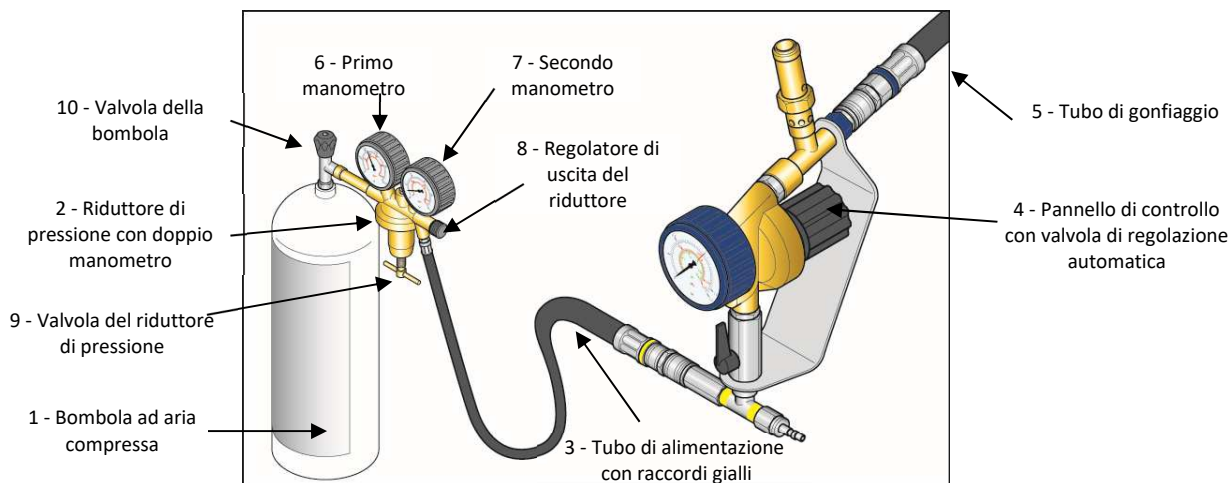

Figura 15 – Bombola ad aria compressa per il gonfiaggio dell'otturatore.
- Bombola ad aria compressa (1) (codice LA.27483)
- Riduttore di pressione con doppio manometro (2) (codice LA.71421),
- Tubo di alimentazione con raccordi gialli (3) (codice LA.71554)
- Pannello di controllo con valvola di regolazione automatica (4) (codice LA.71425).
- Tubo di gonfiaggio (5) (con raccordi di colore blu)
ATTENZIONE: la pressione all'interno della bombola può superare i 200 bar. Per questo motivo è necessario utilizzare il riduttore di pressione con doppio manometro (Figura 15). Il primo manometro (6) riporta il valore (bar) della pressione in uscita dalla bombola, il secondo manometro (7) indica il valore (bar) della pressione in uscita dal riduttore ed immessa al pannello di controllo.